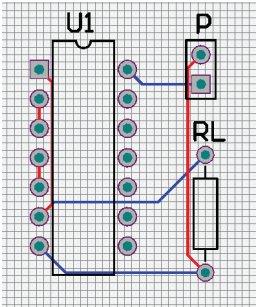

图 12-27 环形振荡电路的 PCB 布线图
- (3) 按照第 10 章中的操作，完成环形振荡电路的 PCB 布线，如图 12-27 所示。